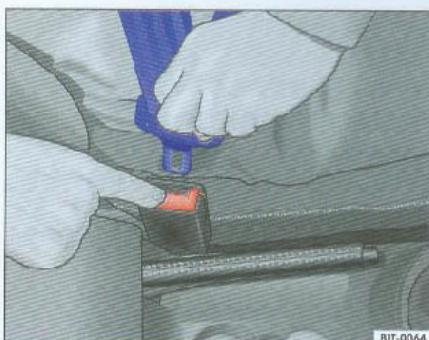

图14 从插口上松开安全带锁舌
- 按压插口边的按钮 ⇒ 图14，安全带锁舌自插口内弹出 ⇒ !